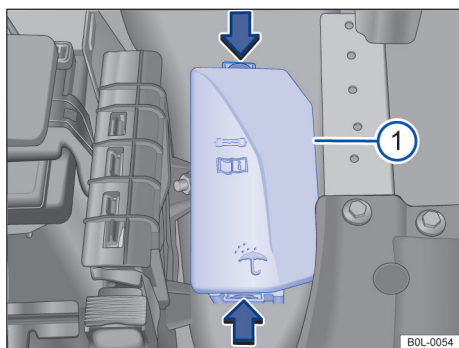

图 117 发动机舱内：保险丝盒的盖板 ①。
- 沿箭头方向按压解锁按钮，可松开保险丝盒的盖板 → 图 117 ①。